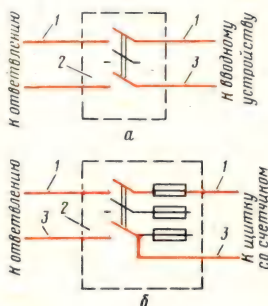

Рис. 11. Подключение трехполюсного коммутационного аппарата к однофазному ответвлению:
**Виды.** Вводным устройством может служить плавкий предохранитель или какой-либо иной защитный аппарат, например автоматический выключатель. Для одноквартирного дома номинальный ток защитного аппарата не более 25 А; на вводах в многоквартирный дом или в тех случаях, когда применяют однофазные электроприемники мощностью свыше 1,3 кВт, может потребоваться аппарат на ток силой более 25 А. Если применяют плавкий предохранитель, то, кроме него, нужен коммутационный аппарат, например пакетный выключатель или рубильник (при автоматическом выключателе дополнительный коммутационный аппарат не требуется). Предохранители, а также однополюсные защитные автоматы монтируют только в фазных проводах. Согласно ПУЭ устанавливать эти аппараты в нулевом проводе не допускается. Линию нулевого провода можно разрывать только при одновременном разрыве линий фазных проводов. При однофазном ответвлении это обеспечивается двухполюсными коммутационными или защитными аппаратами. Можно применить и трехполюсный аппарат, но при однофазном (двухпроводном) вводе один из полюсов не используют (рис. 11).